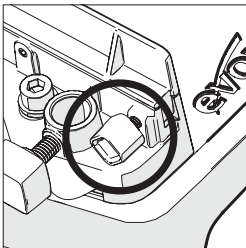

Abb. 4
- Lösen Sie die Flügelschraube (Abb. 4).